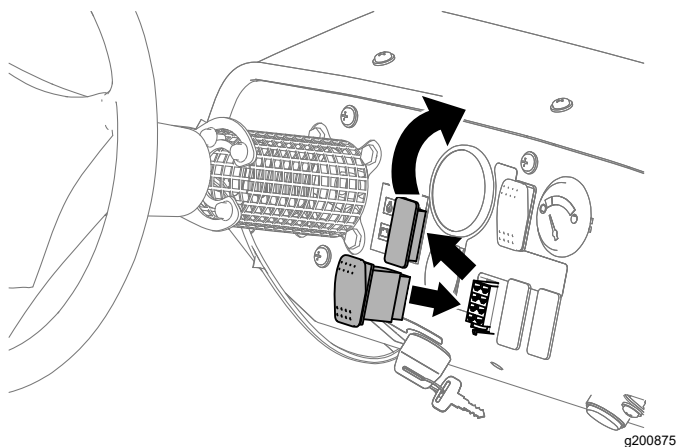

Figura 26
1. Retire el tapón del salpicadero de la máquina (Figura 26).
3. Monte el interruptor en el salpicadero y presiónelo hasta que se ajuste firmemente en la abertura (Figura 26).